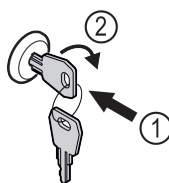

Fig. 169
► Insérer la clé. Fig. 169 (1)
- ▶ Tourner la clé à 90° dans le sens horaire. *Fig. 169 (2)*